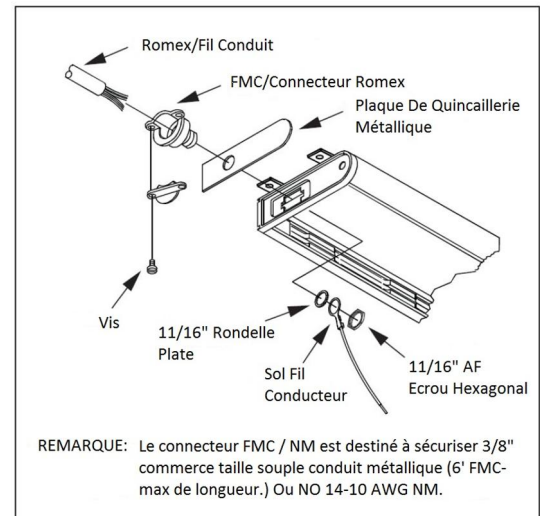

Figure 3
4. Si l'alimentation électrique passe du côté gauche du luminaire, le connecteur de la fiche Molex devra être retiré du couvercle d'extrémité en plastique. Appuyer sur les attaches se trouvant de chaque côté du connecteur et pousser le connecteur de fiche Molex dans le boîtier. Positionner la plaque de câblage en métal à l'extrémité du couvercle d'extrémité en plastique. Voir la figure 3. Si l'alimentation électrique provient du côté gauche du luminaire (côté du réceptacle), il faut fixer la plaque d'accès arrière.